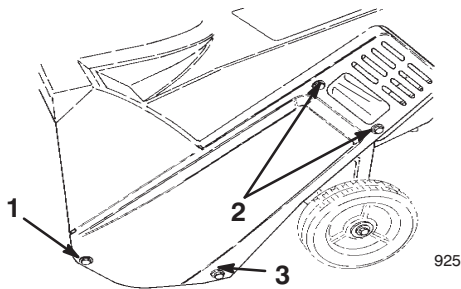

Bild 12
4. Entfernen Sie die beiden kurzen Blechschrauben, eine lange Blechschraube, eine Schraube, eine Scheibe und die Mutter, mit denen die linke Seitenabdeckung des Schneefräsenrahmens abgesichert wird (Bild 12).